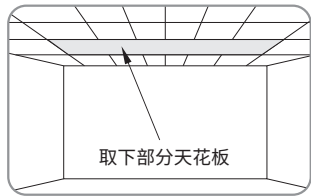
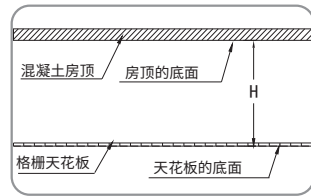

图1
图2
1. 按照用户的投影机参数来选定安装升降架的位置，根据升降架所需安装空间，取下部分天花板(图1)，准确测量混凝土房顶的底面到天花板的底面高度距离 H (图2)